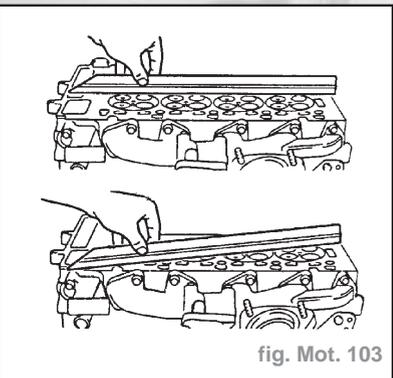

fig. Mot. 103
- Contrôler la déformation en longueur au niveau des surfaces d'étanchéité de la culasse et le retrait en diagonale. Utiliser une règle de précision (fig. Mot. 103).